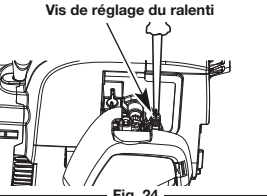

Fig. 24
- Relâchez la manette des gaz et laissez le moteur tourner au ralenti. Si le moteur s'arrête, utilisez un petit tournevis cruciforme pour tourner la vis de réglage du ralenti dans le sens des aiguilles d'une montre, de 1/8e de tour à la fois (autant de fois que nécessaire), jusqu'à ce que le ralenti du moteur soit régulier (Fig. 24).
- Si la vitesse de ralenti du moteur vous semble trop rapide, tournez la vis de réglage du ralenti dans le sens inverse des aiguilles d'une montre, de 1/8e de tour à la fois (autant de fois que nécessaire) afin de réduire la vitesse de ralenti (Fig. 24).